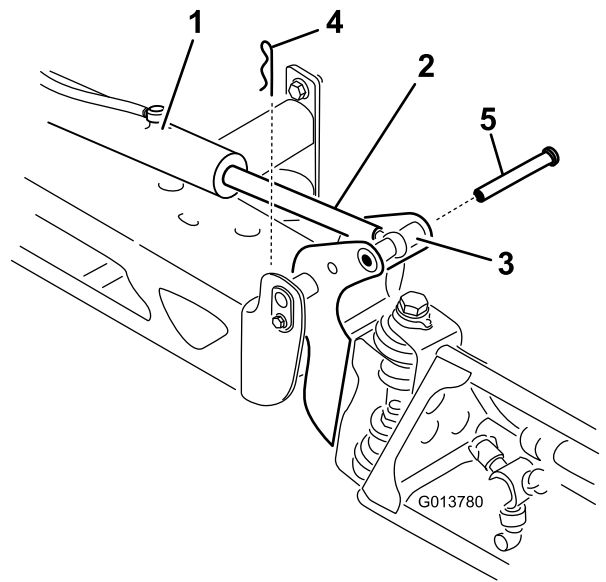

图 63
2. 从枢轴销 图 63 上拆下开口销。
3. 向上提起喷洒臂拆下柱销 图 63 然后将喷洒臂慢慢放到地面上。
9. 支撑住喷洒臂将柱销插入喷洒臂枢轴和提升器杆 图 63。